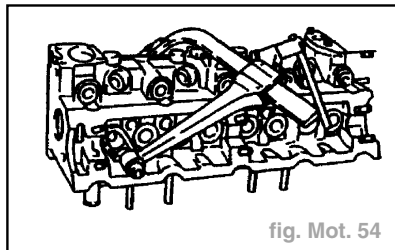

fig. Mot. 54
- Mettre en place le lève-soupape sur la première soupape (fig. Mot. 54).